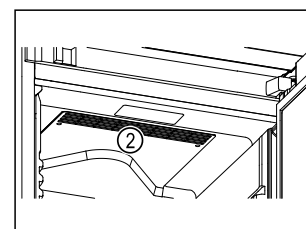

Fig. 63
- ❑ Ne pas obstruer les fentes d'aération Fig. 63 (2) du ventilateur de circulation d'air à l'intérieur de l'appareil.